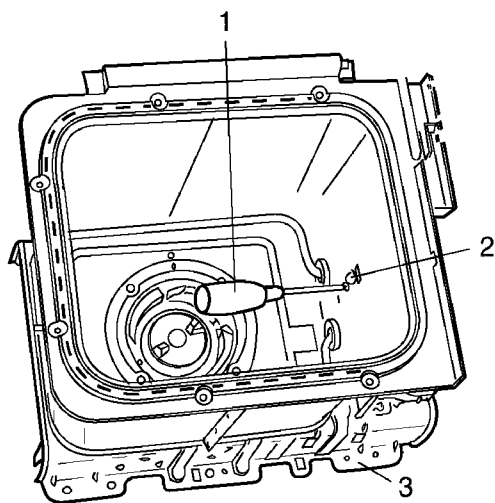

Рис. 11
1. Удалить винт крепления датчика. (Рис. 11)